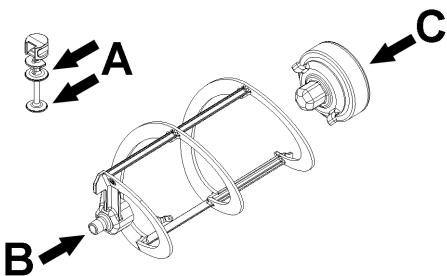
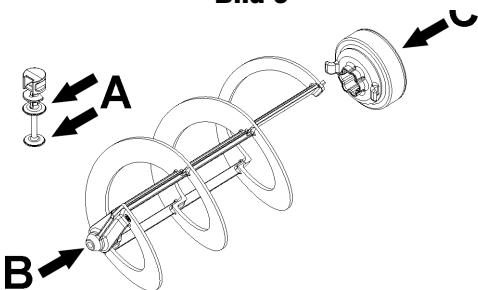

Bild 9
Bild 10
- 2 Den Kolben des Zapfhahns, den Sechskantanschluss und den Rührarm an den in (Bild 9) (NG6) o (Bild 10) (NG10) gezeigten Punkten schmieren, dabei ausschließlich das dem Gerät mitgelieferte Schmierfett oder andere Fette verwenden,